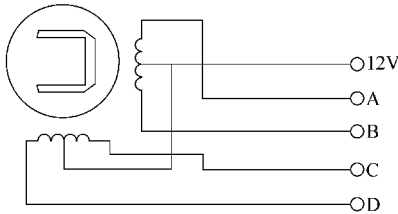

图 10-10 步进电动机（风门电动机）接线图
(6) 新科空调步进电动机（风门电动机）接线如图 10-10 所示。